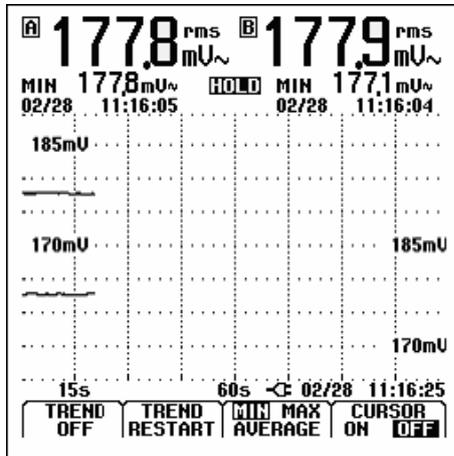

Abbildung 5-1. TrendPlot-Messwert
①  Öffnen Sie das Anwendungs Menü MENU.
②  Markieren Sie TRENDPLOT.
③  Starten Sie die TrendPlot-Aufzeichnung. Anschließend sehen Sie ein Bild wie in Abbildung 5-1.